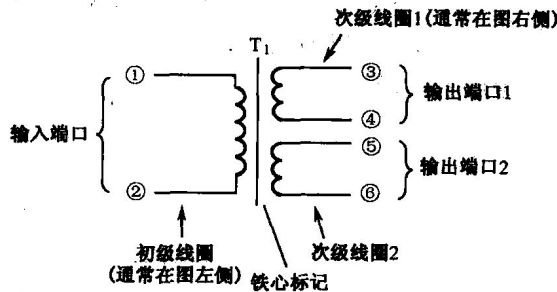

图 1.4 变压器电路符号举例
(1) 电子元器件的电路符号中含有不少电路分析中所需要的识图信息,最基本的识图信息是通过电路符号了解该元器件有几根引脚,如果引脚有正、负极性之分,在电路符号中也会有各种表达方式。
举例说明,图1.4所示是一种变压器的电路符号,从电路符号中可以知道这一变压器有6根引脚,电路符号还进一步表明了这6根引脚的具体作用:①~②脚之间是初级线圈,③~④脚之间是一组次级线圈,⑤~⑥脚之间是另一组次级线圈。